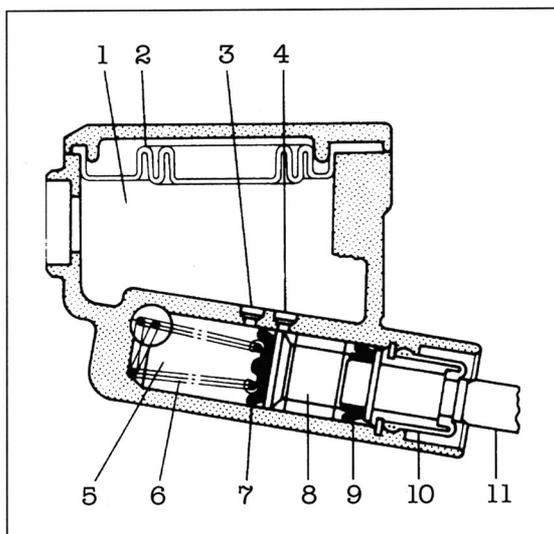

Bild 275
- Feder mit grossem Durchmesser nach innen in Handpumpe einsetzen (Bild 275).